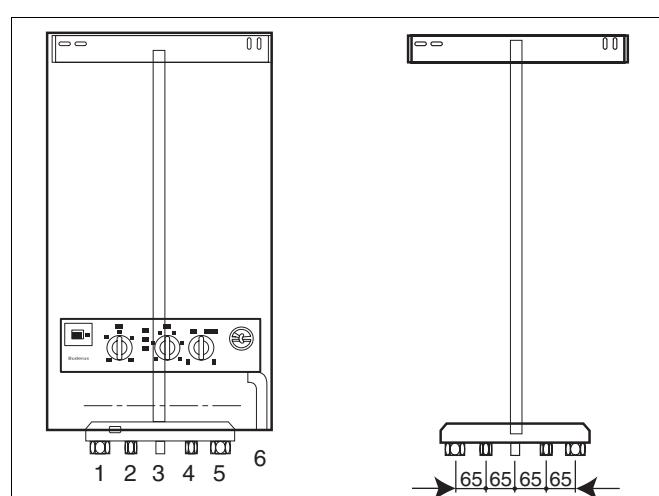

Рис. 16 Монтаж
- Повесить проточный водонагреватель на настенный держатель (рис. 16).
#### Легенда к рис. 16